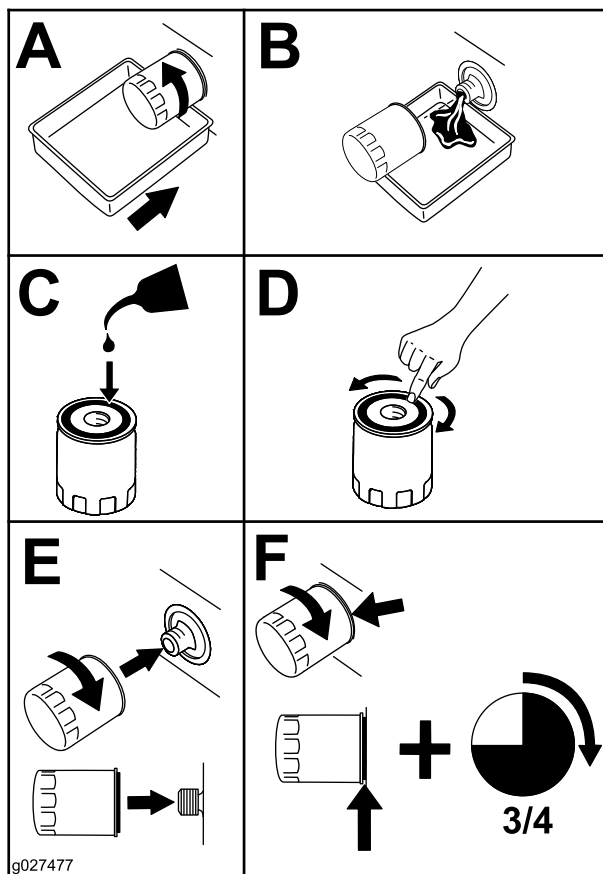

Figura 43
5. Înlocuiți filtrul de ulei de motor (Figura 43).